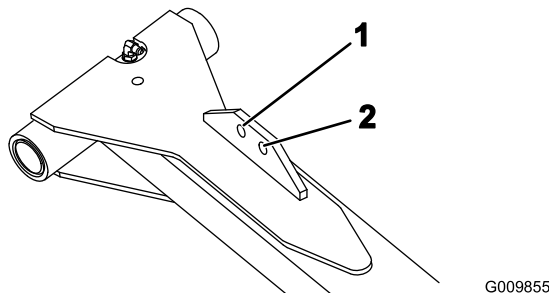

Figura 7
8. Fixe a outra extremidade da corrente de elevação no furo na patilha de montagem do braço de elevação com pinos de segurança e contrapinos. Utilize o furo adequado no braço de elevação, conforme designado em Figura 7.